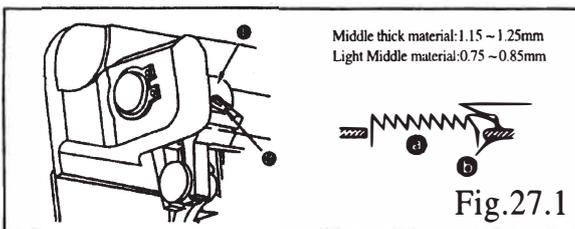

Fig.27.1
1) La inclinación estándar (horizontal) de los dientes de arrastre se obtiene cuando el punto del marcador Ⓐ en el eje de la barra de alimentación está alineado con el punto del marcador Ⓑ en el balancín de alimentación ①
22.1. ALTURA DE LOS DIENTES DE ARRASTRE (FIG.27.1) (CUCHILLA REDONDA)